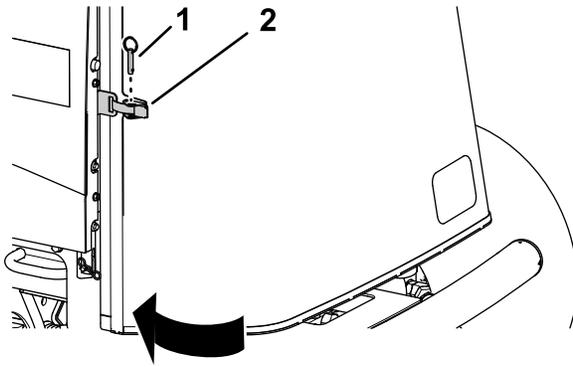

Figura 62
1. Chiudete e bloccate la griglia (Figura 62).